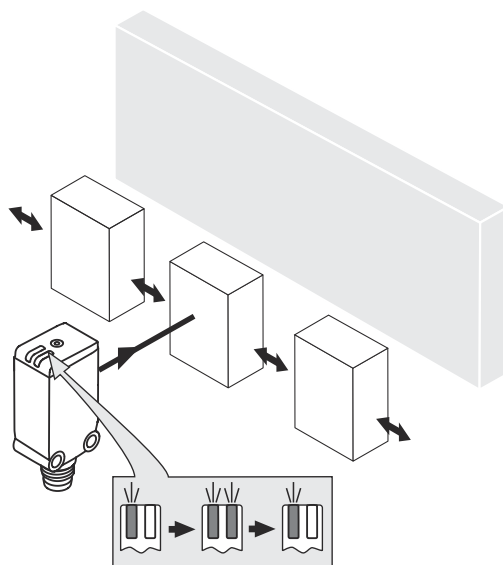

Рисунок 4: Стандартное направление
4. Обратите внимание на предпочтительное направление объекта по отношению к датчику. см. рисунок 4, страница 172.